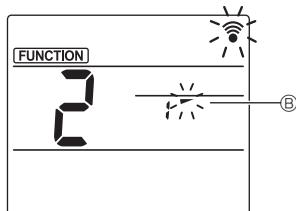

Fig. 3-3
- ③ Réglage de l'angle d'aillette (Fig. 3-3)